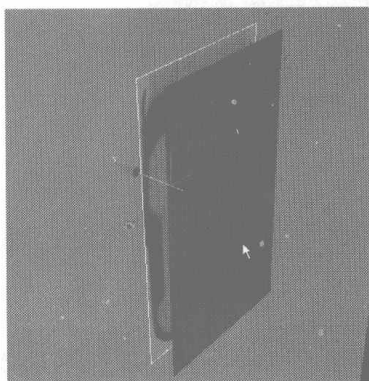

图 4.234
- 01** 显示所有物体，在 Modify 控制面板中单击  按钮，在视图中选择正面贴图，在按住 Shift 键的同时移动复制该贴图，如图 4.234 所示。